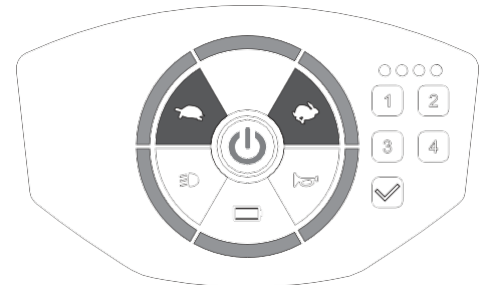

Abbildung 9
- Drücken Sie die Ein-/Ausschalt-Taste, um den Scooter in den gesperrten Bereitschaftsmodus zu versetzen (Einschalt-Kontrolllampe leuchtet rot). Drücken Sie dann gleichzeitig die Beschleunigungs- [] und die Verzögerungs-Taste [], und halten Sie diese zwei Sekunden lang gedrückt. Die äußeren Segmente des Bedienfelds leuchten, wenn der Scooter für die Einstellung der Hintergrundbeleuchtung bereit ist (Abbildung 9).